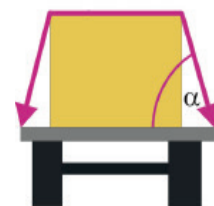

Bild 3:
- α = Vertikalwinkel (Winkel zwischen Ladefläche und Kettenstrang - siehe Bild 3)